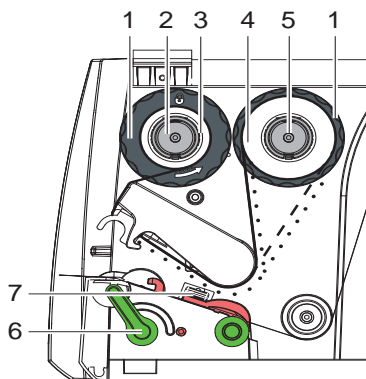
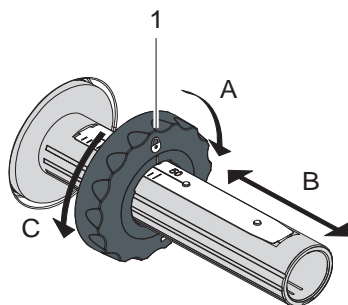

Figura 12 Recorrido de la lámina de transferencia
Figura 13 Ajuste del marginador
2. Girar la palanca (6) en el sentido contrario al de las agujas del reloj para abrir el cabezal de impresión.
3. Ajustar el ajustador de márgenes (1) sobre el desenrollador (5) según la anchura de la lámina (figura 13):
- Sujetar el enrollador y desbloquear el ajustador de márgenes (1) girándolo en dirección A.
- Deslizar el ajustador de márgenes (1) en dirección B y ajustarlo a la anchura de la lámina con ayuda de la escala.
- Sujetar el enrollador y bloquear el ajustador de márgenes (1) girándolo en dirección C.
4. Deslizar el rollo de transferencia (4) sobre el desenrollador (4) hasta el ajustador de márgenes (1), de modo que después de introducirlo, el recubrimiento de color de la lámina apunte hacia el lado apartado del cabezal de impresión.
**Para enrollar la lámina se necesita un núcleo de lámina (3) que sea como mínimo igual de ancho que el rollo de reserva.**
5. Ajustar la posición del ajustador de márgenes sobre el enrollador a la anchura del núcleo de la lámina (3) y deslizar el núcleo de la lámina sobre el enrollador (2).
6. Pasar la lámina de transferencia a través del mecanismo de impresión, tal y como se muestra en la figura 12.